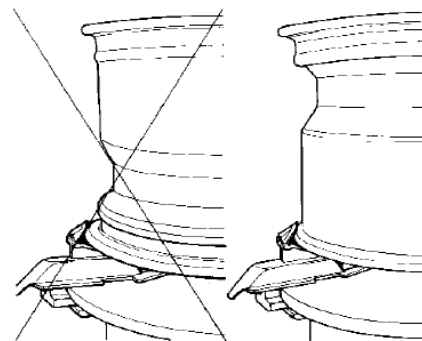

Figura 12
- Instale o conjunto aro + pneu sobre a mesa giratória com o flange de fixação da roda voltado para cima (Figura 12);